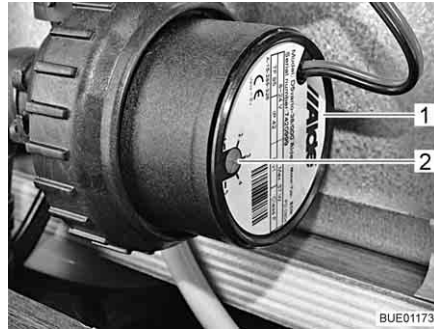

Bild 193 Drehzahlreduzierung
Mit dem Drehregler (Bild 193,2) kann die Drehzahl der Umwälzpumpe eingestellt werden. Bei reduzierter Drehzahl verringern sich die Laufgeräusche der Pumpe.
Der Drehregler befindet sich an der Umwälzpumpe (Bild 193,1).
- Den Drehregler (Bild 193,2) gegen den Uhrzeigersinn drehen. Die Leistung ist verringert.